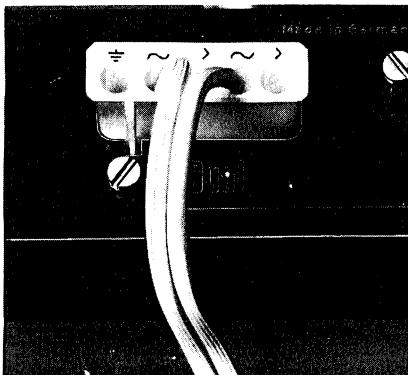

Fig. 2
B.Nr. 213 982, AMP Nr. 160 565/1 (Fig. 2)
Beim Anschluß des Gerätes an einen All-stromempfänger, Empfänger mit Spartrans-formator oder Verstärker ähnlicher Schaltung ist eine besondere Schutzerdung des Chassis erforderlich, für die am Netzschatlukabel des Gerätes ein Kontakt freigehalten ist (Fig. 2 und 3).